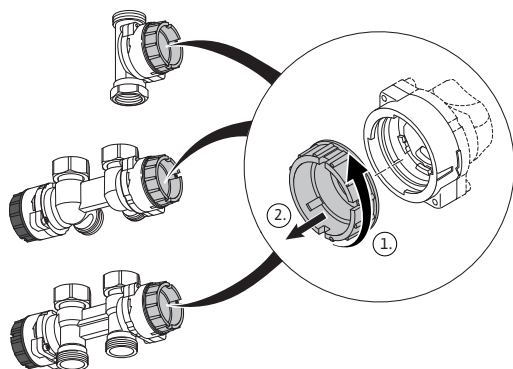

Fig.16-1: Bypass rücklaufseitig abnehmen
- Den sandgelbfarbenen Bypass im Pumpenadapter $\frac{1}{4}$ Umdrehung gegen den Uhrzeigersinn drehen und vom Bajonettverschluss abnehmen (siehe Fig. 16-1). Den Bypass für spätere Wartungs- und Servicezwecke aufbewahren.